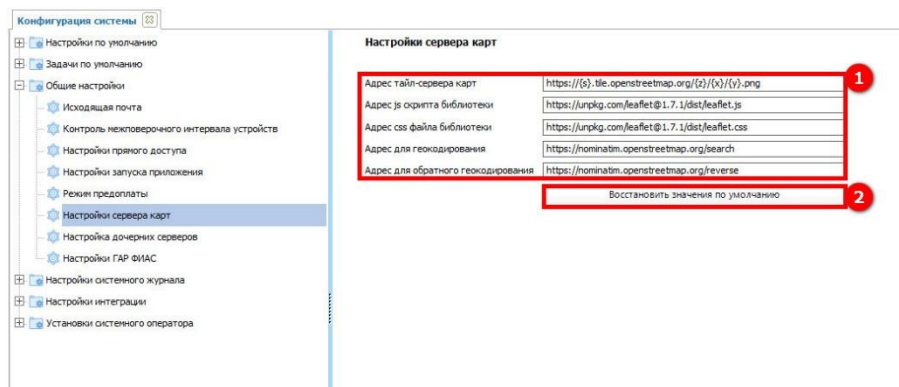

Рисунок 226 – Настройки сервера карт
Возможно указать данные локального сервера, в котором содержится информация по географическим картам (1) (см. рисунок 226).